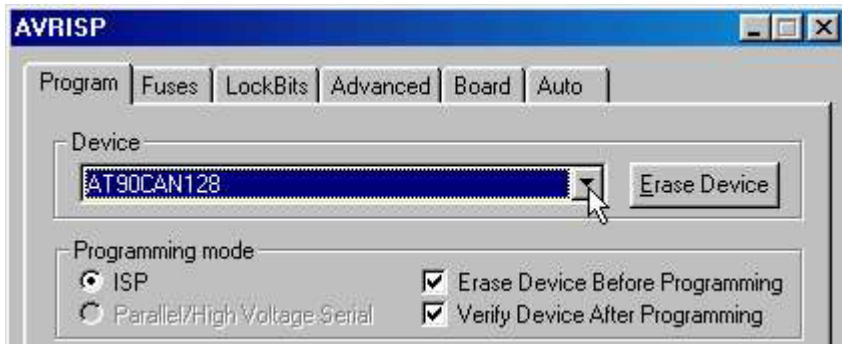

FIGURA B-8: SELEZIONE CPU CON AVR STUDIO
- D4) Selezionare come CPU AT90CAN128, come indicato in figura B-8.